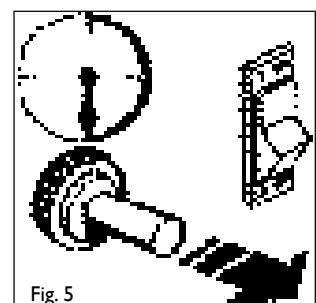

Fig. 5
- Når brenneren starter hold ventilens knapp inntrykt i ca. 10 sek.(Fig 5). Hvis brenneren slukkes når knappen slippes, vent da noen minutter og gjenta operasjonen. Hold da ventilens knapp inntrykt litt lengere.